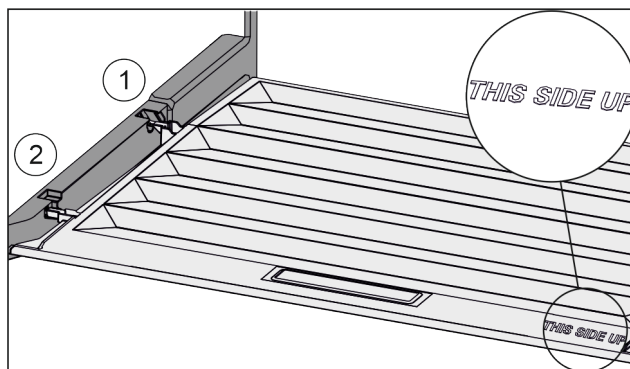

Fig. 151
- ▶ Ramiona pokrywy wprowadzić ponad otworem tylnego uchwyty Fig. 151 (1) i zazębic z przodu w uchwycie Fig. 151 (2).